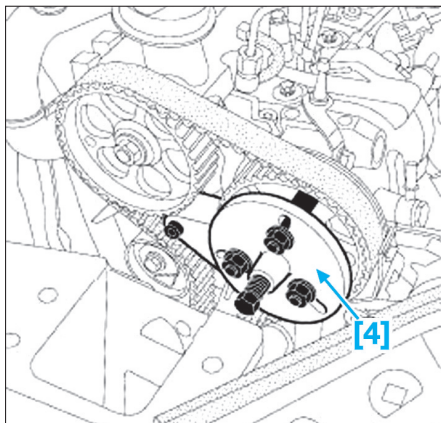

Fig. 52
- Immobiliser la poulie de la pompe haute pression à l'aide d'une clé de 32 mm puis déposer l'écrou de fixation (26) de la poulie.
- Mettre en place l'outil [4] muni de l'outil [5] sur la poulie de pompe haute pression (Fig.52).